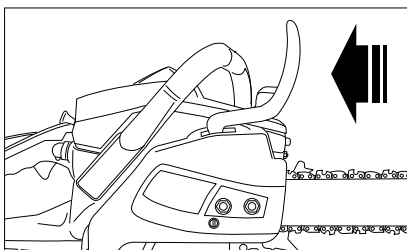

Fig. 4
2. Trageți protecția frânei de lanț către dvs. Asigurați-vă că lanțul se mișcă lejer în jurul sînei.(Fig. 4).